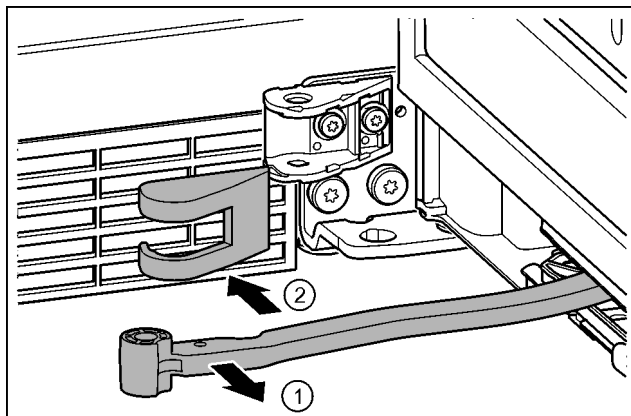

Fig. 20
- ▶ Otočte kloub směrem ke dveřím. Fig. 20 (1)
- ▶ Sejměte kryt stojanu ložiska. Fig. 20 (2)